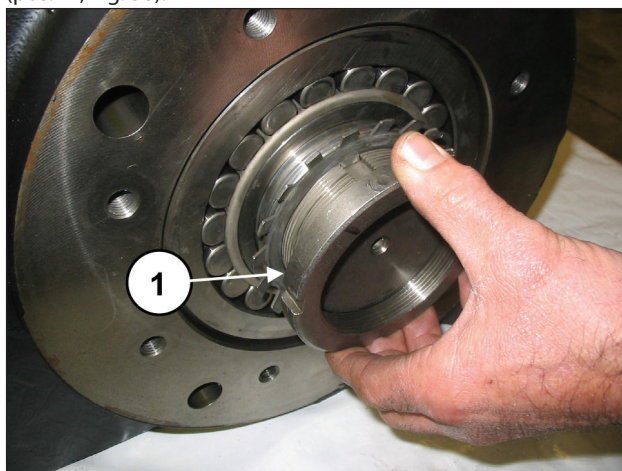
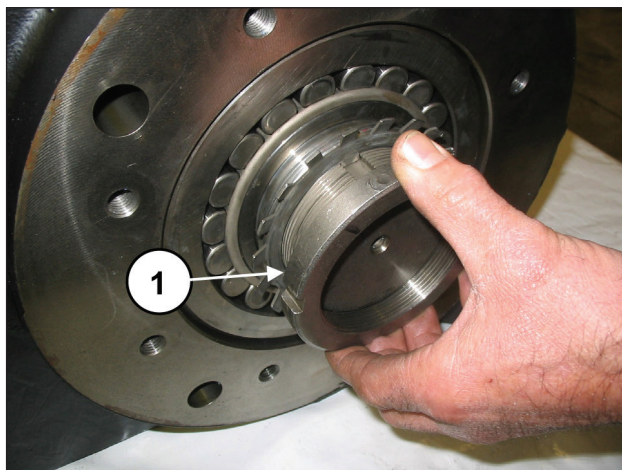
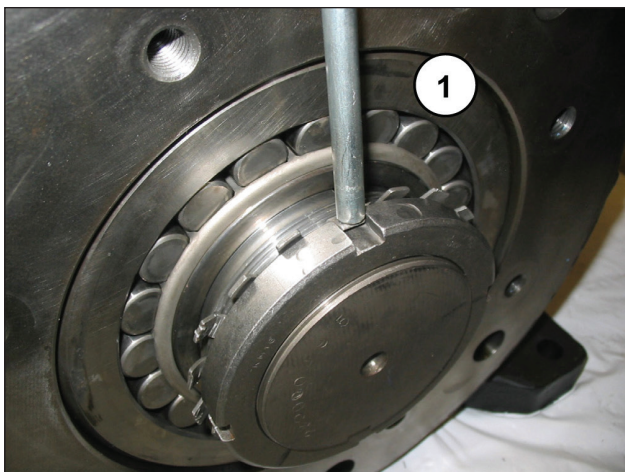

Fig. 54
Fig. 55
Fig. 56
Desenrosca la virola, introducir la arandela de seguridad (pos. ①, Fig. 54) y enrosca a fondo la virola (pos. ①, Fig. 55). A continuación, doblar la lengüeta de bloqueo de la arandela (pos. ①, Fig. 56).